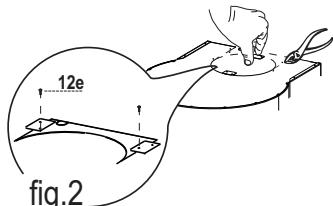

fig.2
- Si vous avez choisi la sortie de l'air sur la partie supérieure de la hotte, il faudra détacher les 2 brides visibles dans la partie supérieure du corps de hotte. Retirer également la pièce prétranchée (Fig.2) pour permettre le passage du tube.
- Visser la pièce prétranchée avec les brides (Fig.2) sur la partie supérieure du corps de hotte, avec 2 vis **12e** fournies, de manière à bloquer le tube de sortie de l'air.